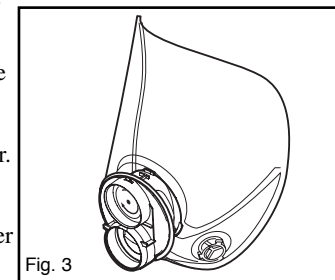

Fig. 3
4. Placer la soupape 6889 neuve dans l'orifice d'exhalation et pousser la tige de la soupape dans l'orifice central. (fig. 3). S'assurer que la soupape est entièrement engagée et qu'elle tourne librement sur son support.